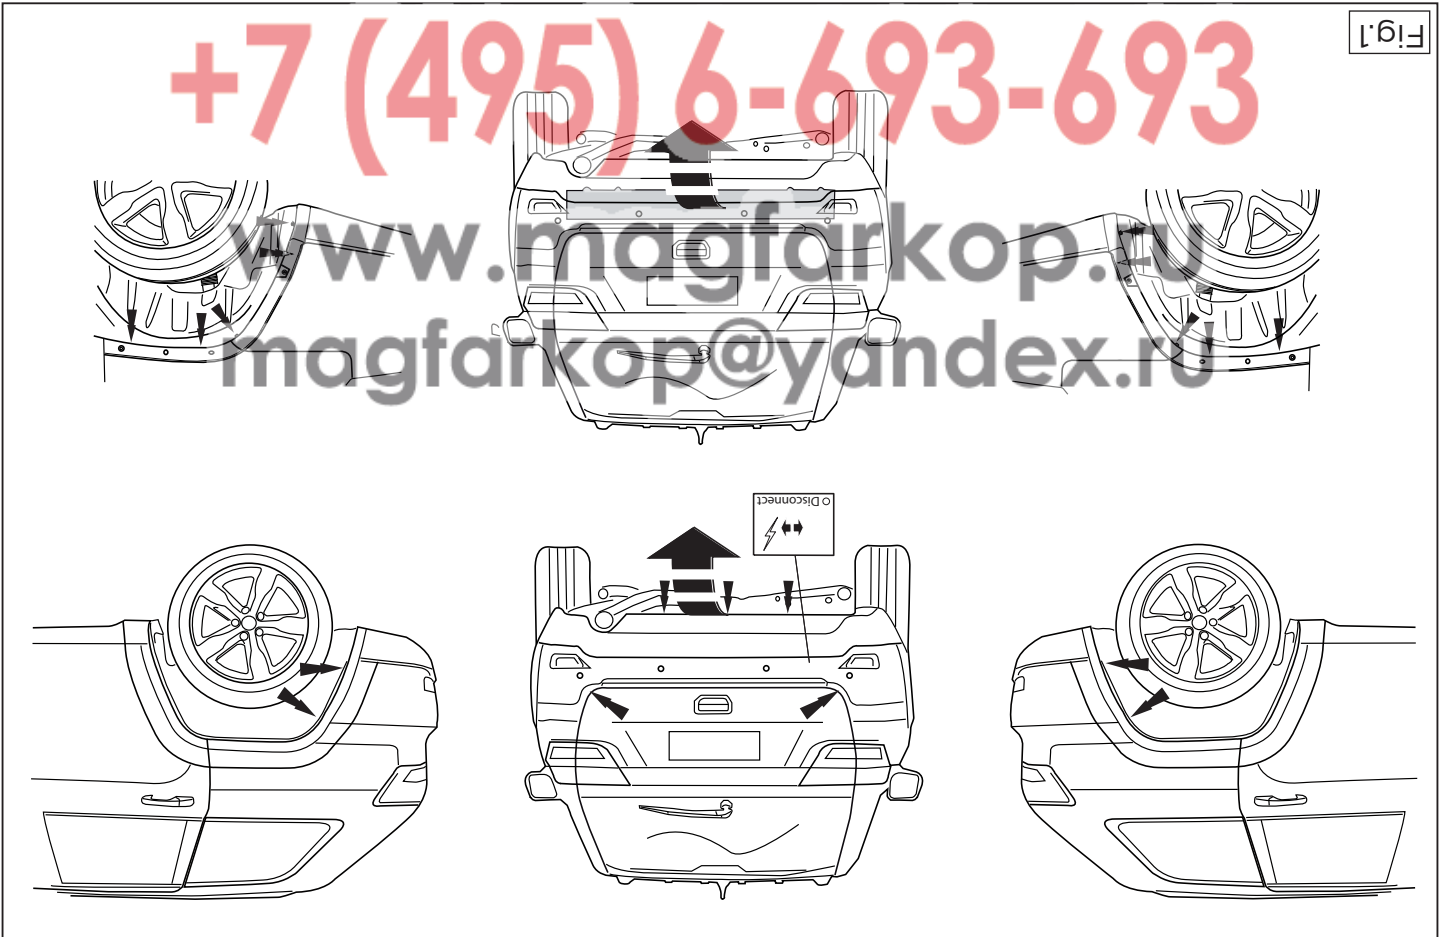

Fig.1
1. Demonteer de bumper inclusief de stalen stootbalk van het voertuig, de stootbalk wordt niet meer gebruikt. (zie fig. 1)
1. Remove the bumper and the steel buffer beam from the vehicle. The buffer beam will no longer be needed. (see fig. 1).
Fahrzeug abmontieren. Der Stoßbalken wird nicht mehr benötigt. (siehe Fig. 1).
1. Déposer le pare-chocs du véhicule y compris la traverse en acier ; la traverse ne sera plus utilisée. (voir la fig. 1).
1. Demontera stötfångaren inklusive stötranden av stål från fordonet, stötranden förfaller. (se fig. 1).
1. Снять бампер вместе со стальным буферным брусом автомобиля; буферный брус больше не понадобится. (См. рисунок 1).
1. Demonter kofangeren, inklusive køretøjets stålstødbjælke. Denne bliver overflødig. (jævnfør fig. 1).